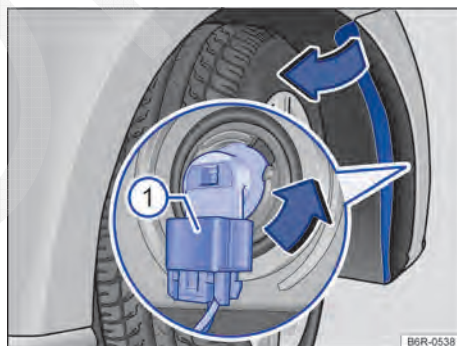

Fig. 148 Substituir a lâmpada incandescente do farol.
6. Retirar o conector de alimentação da lâmpada → Fig. 148 (1), pressionar, ao mesmo tempo, a trava de fixação do conector.
7. Girar o soquete da lâmpada → Fig. 148, no sentido anti-horário da seta até o batente, e desencaixá-lo do alojamento.
12. Encaixar o conector de alimentação → Fig. 148 (1) no soquete da lâmpada. O conector precisa encaixar audivelmente.